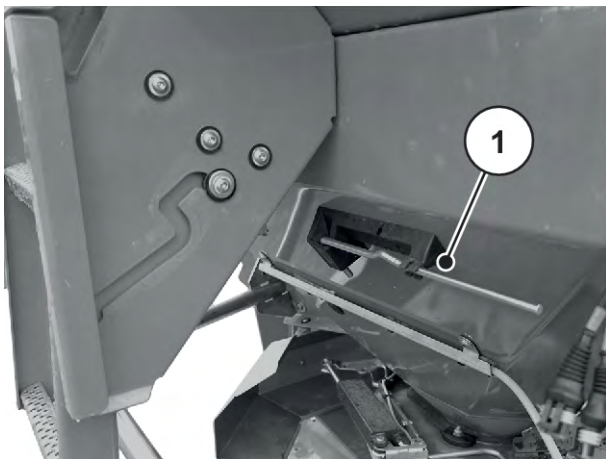

Fig. 26: Plassering av innstillingsspaken AXIS xx.2
- ▶ Legg innstillingsspaken tilbake i den tiltenkte holderen. Se *Fig. 26 Plassering av innstillingsspaken AXIS xx.2*